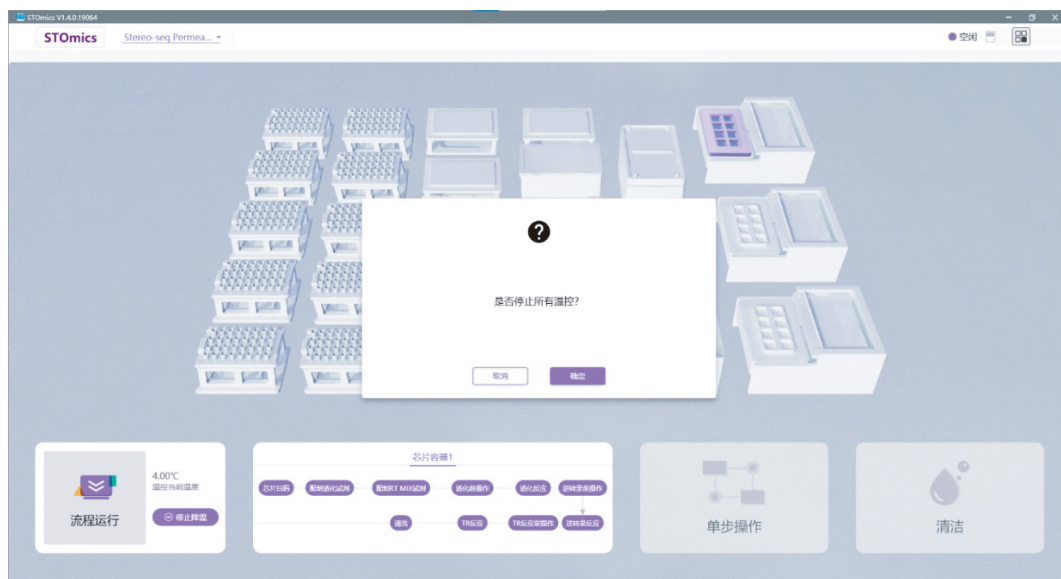

图 2-18 STOmics 软件透化流程结束界面
实验流程结束后，会弹出“是否停止所有温控”的弹窗（图 2-18），无需操作，直接打开舱门，从温控模块 A 中取下已处理好的芯片容器。
- 最后一板芯片容器的流程结束后，会弹出“是否停止所有温控”的弹窗（图 2-18），无需操作，直接打开舱门，从温控模块 C 中取下已处理好的芯片容器。
c. 确定试剂已回收后，点击“确定”即结束运行（图 2-18），此时低温试剂区的温控停止，温度逐渐恢复至室温。